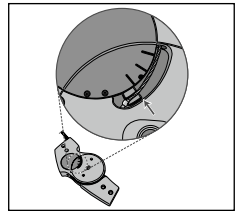

Fig. 5
3. Una vez retirada la placa de cubierta, compruebe si la parte superior del brazo de palanca (que sujeta el cable del satélite) está paralela a la inferior de las tres marcas de la unidad de función (véase la fig. 5).
12. Vuelva a comprobar la posición correcta (modo 3) del brazo de palanca en la unidad de función de la articulación (**véase la fig. 5**).